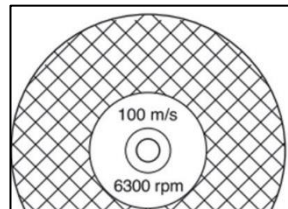

Рис. 7
- Убедитесь, что на режущем диске указаны обороты такие же или больше, что и в технических характеристиках бензореza (Рис. 7)